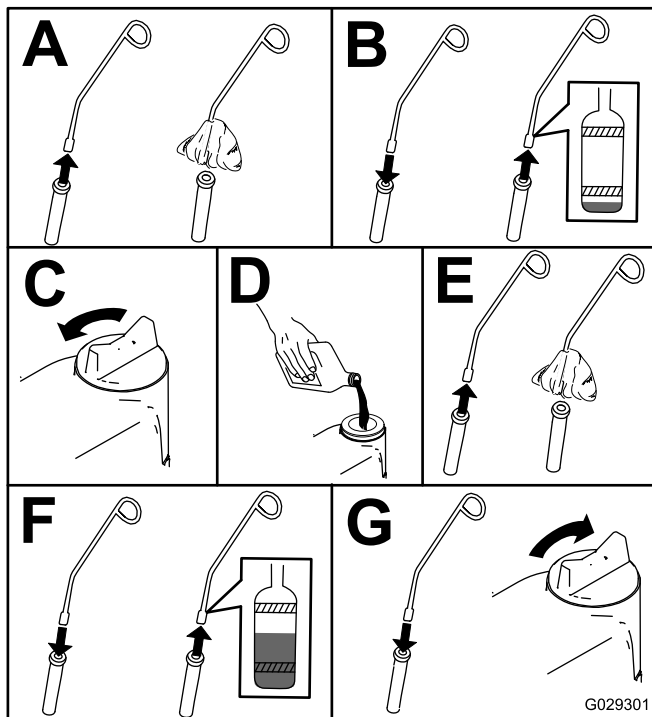

Figura 26
5. Compruebe el nivel de aceite y añada más aceite si es necesario (Figura 26).